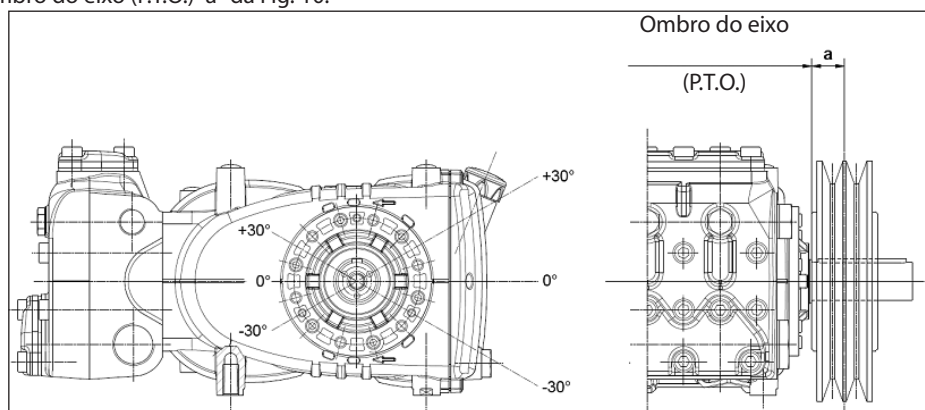

Fig. 10
A carga radial sobre o eixo não deve ser superior a 3000 N (valor necessário para a definição do layout). A transmissão é considerada adequada, se tal carga é aplicada a uma distância máxima de $a=30$ mm do ombro do eixo (P.T.O) conforme indicado na Fig. 10.
- b) Use correias de alto rendimento - por exemplo **XPB** ao invés de **SPB** - pois será necessário uma quantidade inferior de correias com a mesma potência transmitida e uma consequente distância inferior do resultante em relação ao ombro do eixo (P.T.O.) "a" da Fig. 10.